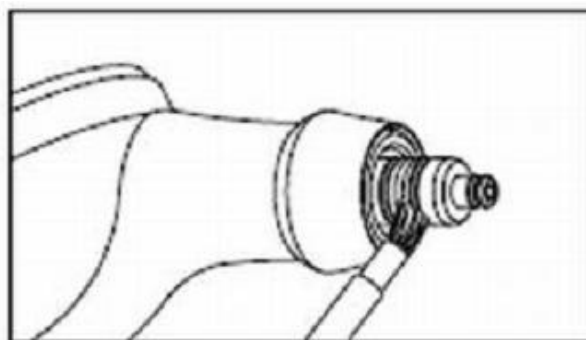

Рис. 10
1) Тщательно очистите внутреннюю часть соединительной секции наконечника и секцию уплотняющих колец контейнера порошка прилагающейся щеткой. (Рис. 10)